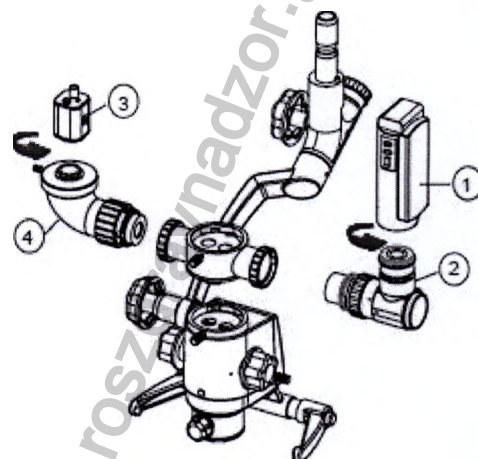

Рис. 32
13.11 Установка CCD камеры и камеры Sony Handy cam (рис.32):